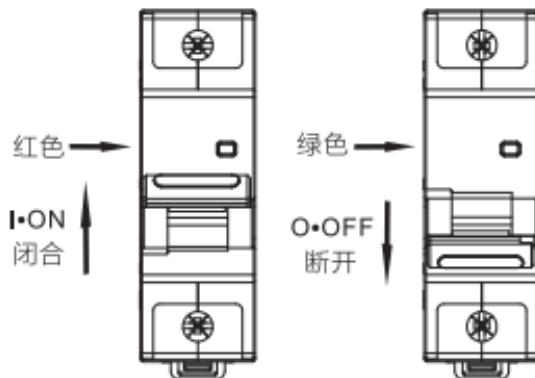

图2 NB8-125 闭合、断开状态指示安装调试与操作使用
5.1 安装使用前先检查断路器标志与所使用的工作条件是否相符；断路器闭合、断开状态指示如下图2。